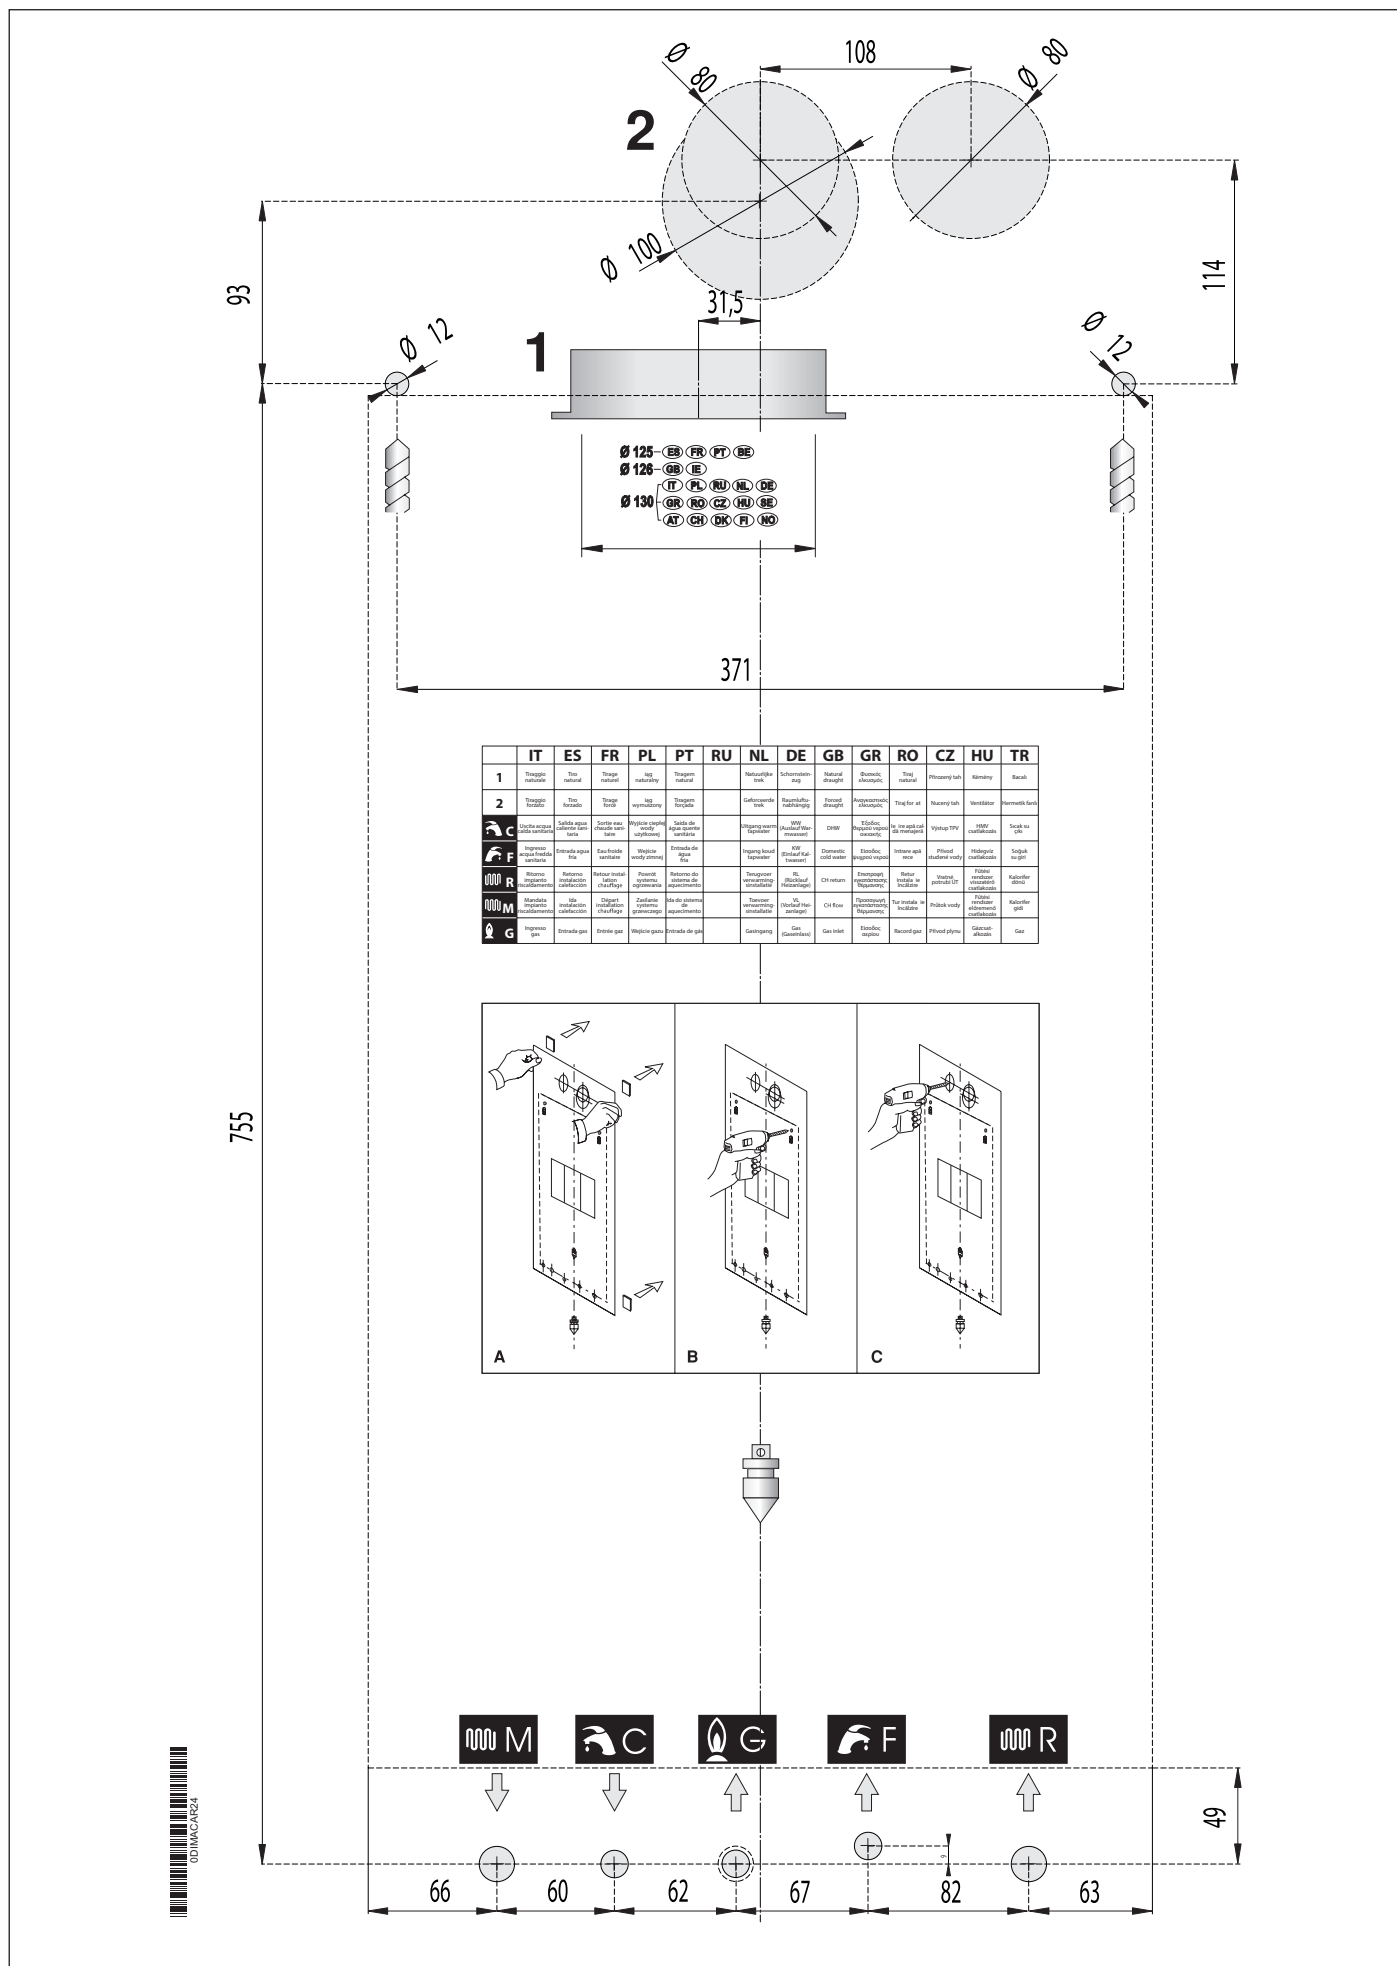

Fig. 7 Plantilla de instalación
- la plantilla de fijación de la caldera a la pared (ver Fig. 7 Plantilla de instalación).
Cada aparato está provisto de una plantilla de papel correspondiente (ver Fig. 7 Plantilla de instalación).